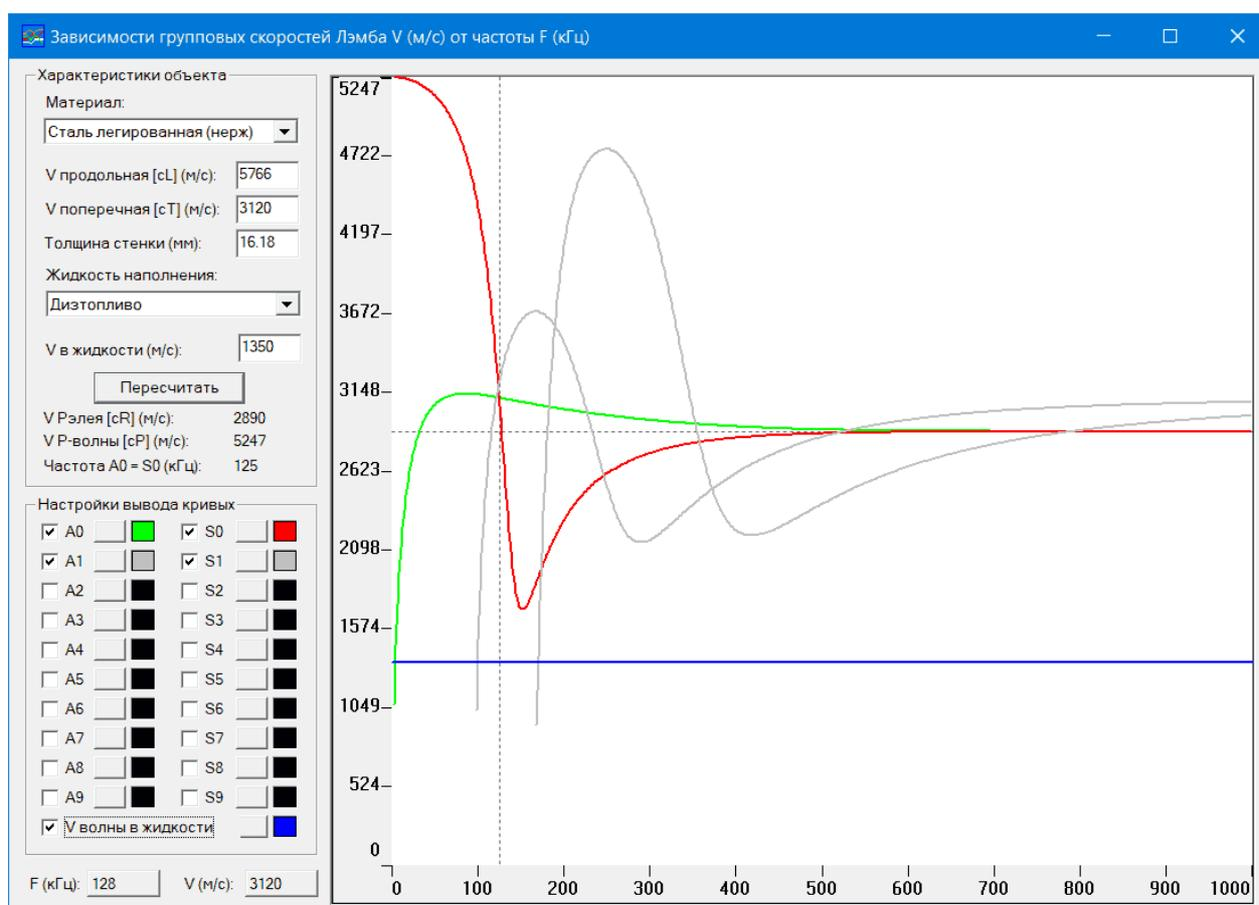

Рис. 14.4. Диалоговое окно с дисперсионными кривыми
- ✧ дисперсионные кривые $V(F)$, рассчитанные в окне **Зависимости групповых скоростей Лэмба V (м/с) от частоты F (кГц)** (рис. 14.4) и преобразованные по формуле $t(F) = t_0 + \frac{L}{V(F)}$, где T_0 — время излучения сигнала, L — расстояние от ПАЭ до АЭ источника;
Для построения дисперсионных кривых следует выбрать команду главного меню **Вид – Дисперсионные кривые**. После этого появляется диалоговое окно **Зависимости групповых скоростей Лэмба V (м/с) от частоты F (кГц)** (рис. 14.4).